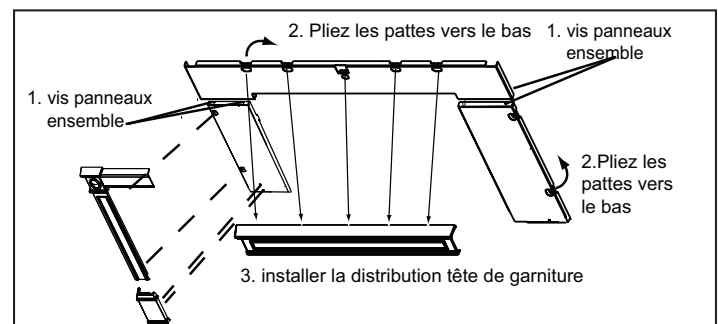

Figure 19.4
4. Courbez maintenant les languettes vers le bas contre la face arrière du panneau, 5 en haut et 2 sur chaque pied. Laissez les panneaux face vers le bas. **Figure 19.4**